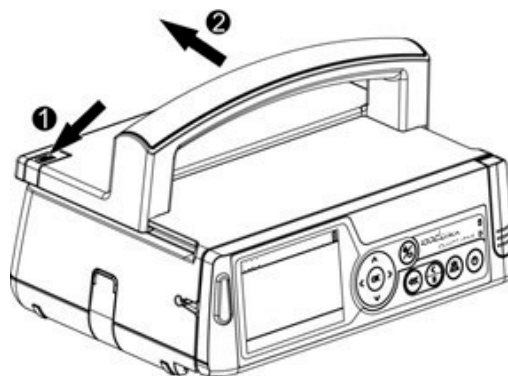

Рис. 10. Установка ручки для переноски
Для снятия ручки для переноски переместите фиксатор (1) в направлении стрелки, затем сдвиньте ручку назад (2), как показано на рис. 10.